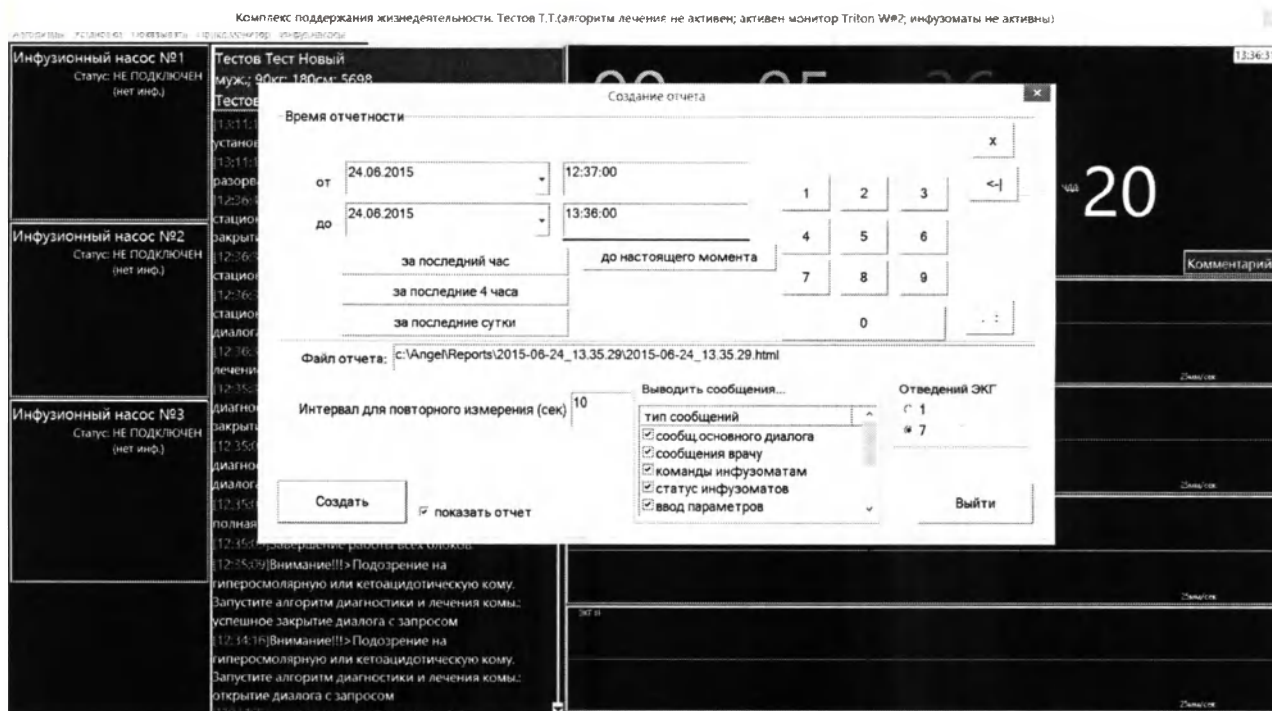

Рисунок 35. Вид основного дисплея с выбором периода создания отчета и вывода сообщений
2.3.4.12. Результаты диагностики, лечения и опасных состояний сохраняются в энергонезависимой памяти. В любой момент может быть сформирован отчет о диагностике, проведенном лечении и опасных состояний для данного пациента, в окне *Установки* необходимо выбрать *Создать отчет* и определить период, за который отчет должен быть создан (рис. 35–37).